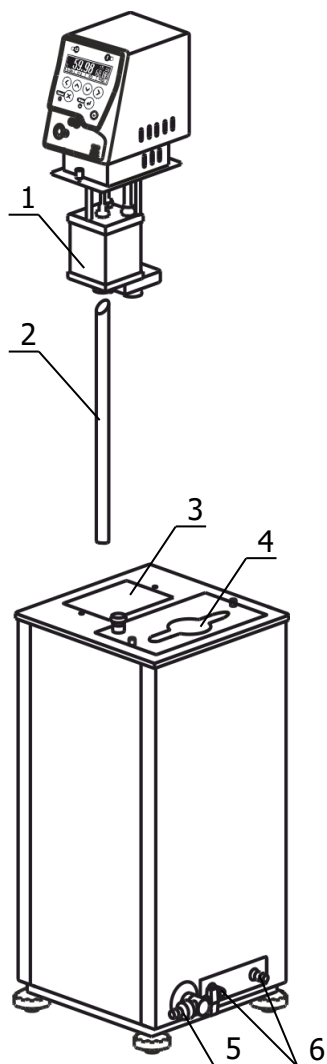

Рисунок 3 — Установка блока регулирования
2.2.3 Вставить выходную трубку 2 (рисунок 3) косым срезом до упора в резервуар 1 блока регулирования и зафиксировать ее винтом.
Причина отсутствия перемешивания — неправильная работа насоса, вызванная воздушной пробкой, образовавшейся в резервуаре 1 (рисунок 3). Для ее устранения необходимо:
2.4.5 Надеть сливной шланг из комплекта поставки на сливной кран 5 (рисунок 3) и закрепить его хомутом. Свободный конец шланга опустить в емкость для сбора теплоносителя объемом, превышающим объем термостата.